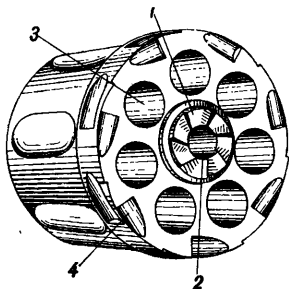

Рис. 18. Барабан (вид сзади):
19. **Барабан** (рис. 18) с семью камерами служит патронником и вместе с тем магазином. Он имеет: **центральный канал**, в широкой передней части которого помещается подвижная трубка с пружиной, а в узкой задней — толстый конец оси барабана; в переднем конце канала сделан **круговой желобок** и **продольный паз** для соска трубки барабана; снаружи на барабане имеется семь **выемов** для облегчения веса барабана, **поясок** с семью выемками (в которые при взведении курка входит сосок спускового крючка и тем удерживает очередную камеру против ствола) и с семью зарубками для зуба дверцы, препятствующего поворачиванию барабана в левую сто-